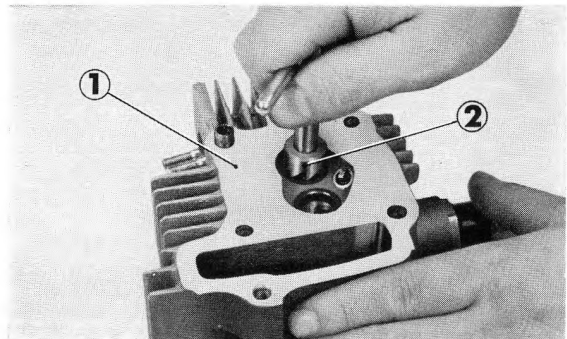

Figure 2-13 : ① culasse
3. Pour vérifier l'état des sièges de soupape, monter les soupapes comme indiqué par la figure 2-13, et verser de l'huile dans la chambre de combustion jusqu'au dessus des soupapes. Souffler de l'air comprimé dans chaque passage de soupape. S'il se produit des bulles, les soupapes ferment mal et une intervention est nécessaire (figure 2-13).